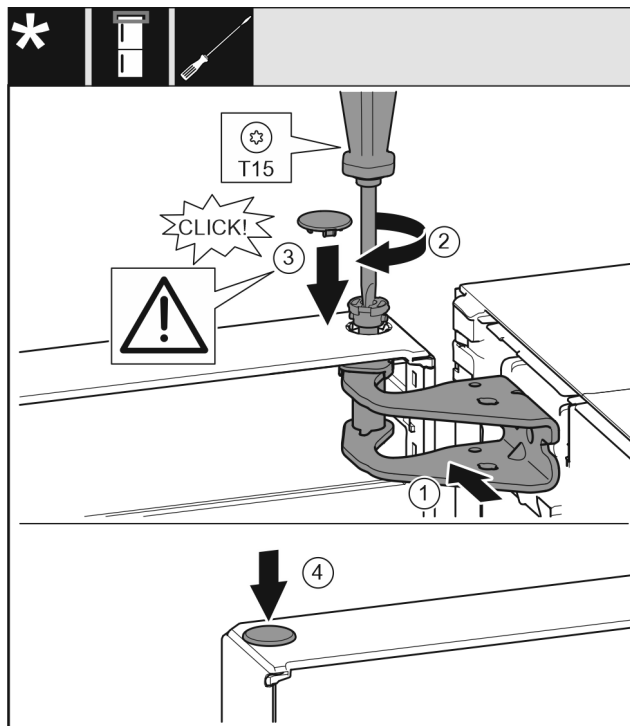

Fig. 18
- Dvere hore vyrovajte s otvorom v ložiskovej konzole. Fig. 18 (1)
- Vložte čap a pevne ho priskrutkujte skrutkovačom T15. Fig. 18 (2)
- Namontujte poistný kryt pre poistku dverí: nasadte poistný kryt a skontrolujte, či prilieha ku dverám. Inak čap vložte úplne. Fig. 18 (3)
- Nasadte zátku. Fig. 18 (4)